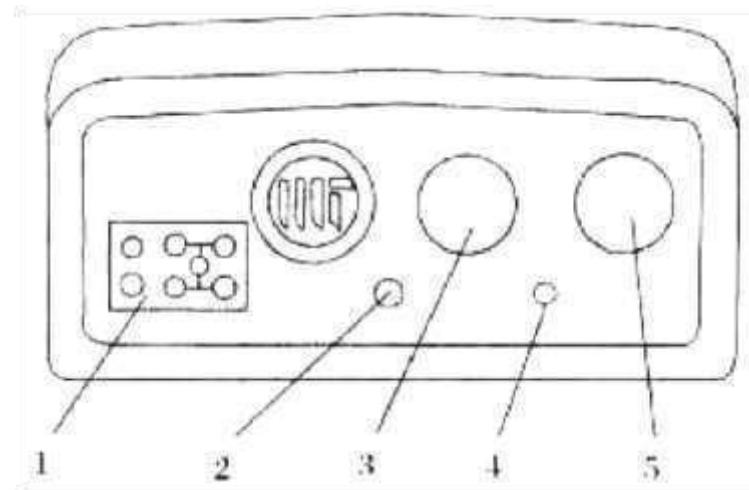

Рис. 2.2. Панель приборов и освещения.
22.1. Показания давления масла (рис. 2.2., 2.3.)
22.2. Датчик температуры воды (рис. 2.2., 2.3.)
22.4. Включатель освещения (рис. 2.2., 2.3.).
22.5. Переключатель сигналов поворота (рис. 2.2., 2.3.)